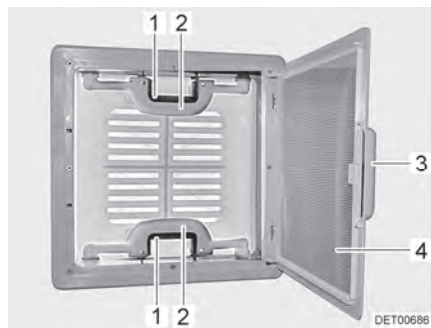

Bild 48 Taklucka med snäpplås
- Drag i handtaget (Bild 48,3).
- Fäll ned insektsskyddet (Bild 48,4).
- Tryck snäpplåset (Bild 48,1) mot takluckans insida. Tryck samtidigt takluckan uppåt med handtaget (Bild 48,2).
- Fäll upp insektsskyddet (Bild 48,4) så att det hakar i.
- Drag kraftigt ner takluckan med hjälp av båda handtagen (Bild 48,2) så långt, att snäpplåsen (Bild 48,1) går i lås.